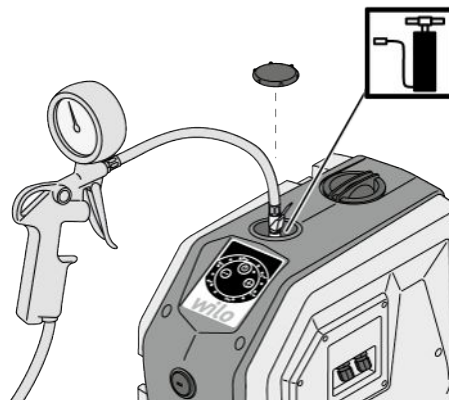
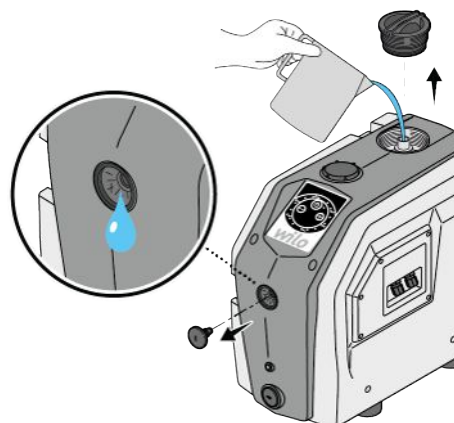

Fig. 7: A membrános tágulási tartály megtöltése
Fig. 10: Betöltés
1. Zárja be a tolózárát (Fig. 7 – poz. 1, 2) a szívó- és nyomóoldalon.
- Ha a terméket szívási üzemmódban (Fig. 7) telepítették, nyomja meg egyidejűleg a „+” és „-” kezelőgombokat 5 másodpercig (Fig. 10).